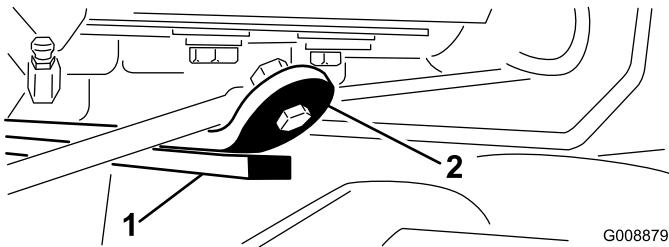

Figura 13
3. Avviate il motore, sollevate gli apparati di taglio e verificate che il gioco tra la cinghia di usura sopra la barra di usura dell'apparato di taglio posteriore e la cinghia paracolpi sia di 0,51-2,54 mm (Figura 13).